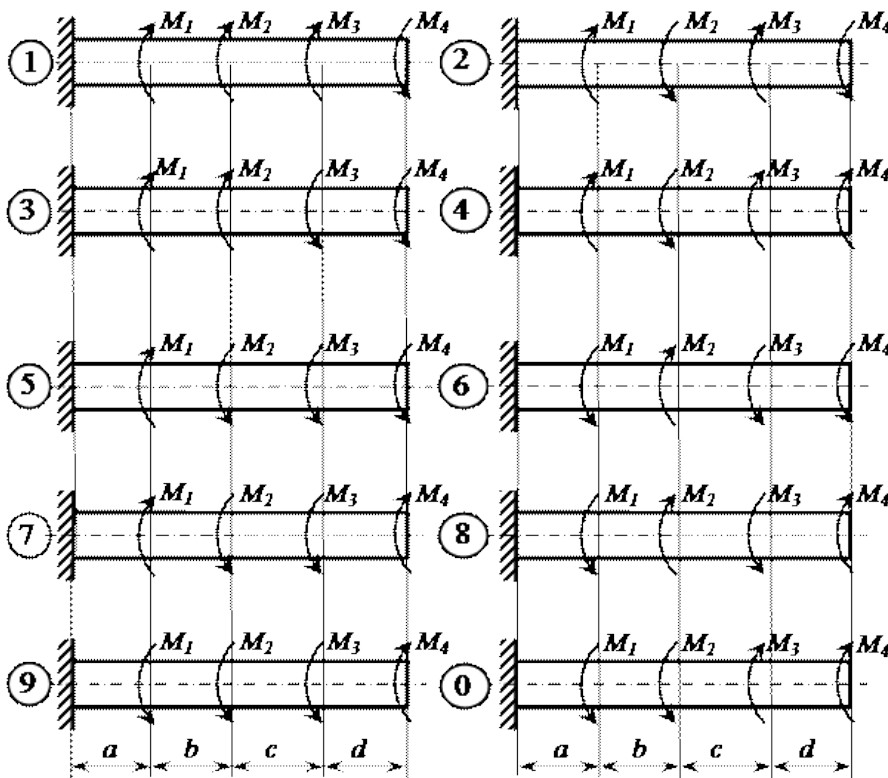

Рисунок 33
1. Жестко заземленный одним концом стальной стержень (модуль сдвига  $G = 0,8 \cdot 10^4$  кН/см2) круглого поперечного сечения скручивается четырьмя моментами  $M_i$ : (рис. 33).